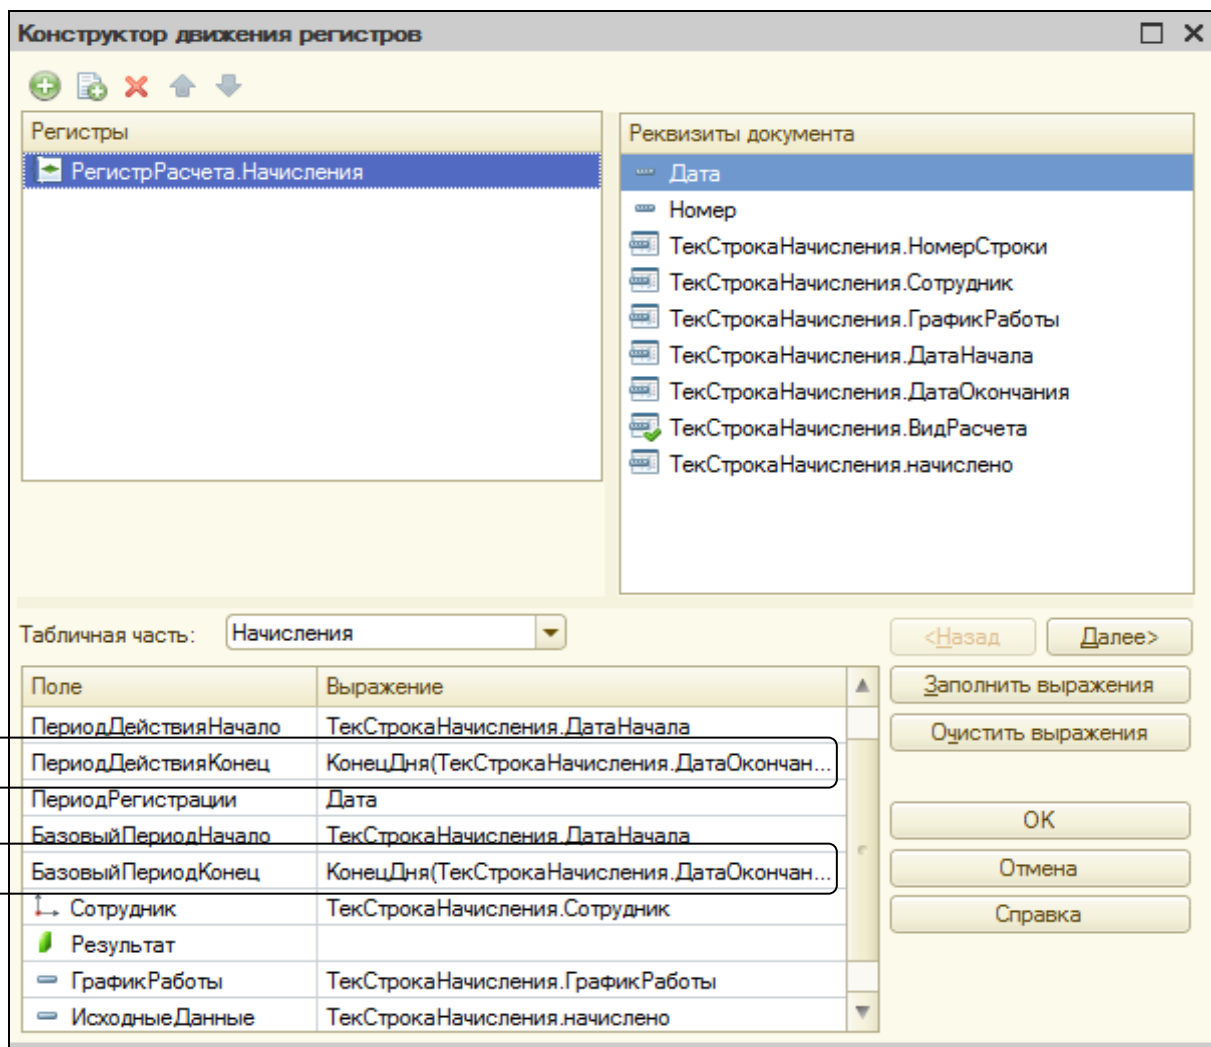

Рисунок 8.8 Движения документа «Начисления сотрудникам» по регистру расчета
5. Перейти на закладку **Движения**. Запретить оперативное проведение документа. Указать, что документ будет создавать движения по регистру расчета Начисления, запустить конструктор движения (рис. 8.8). Нажать ОК (листинг 8.1).